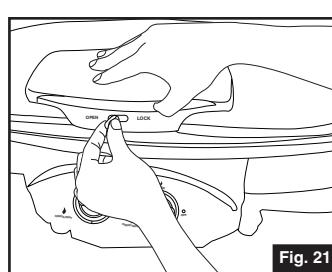

Fig. 21
- Pour ouvrir le couvercle: glissez le levier à OPEN (ouvert) puis levez le couvercle. (Fig. 21)